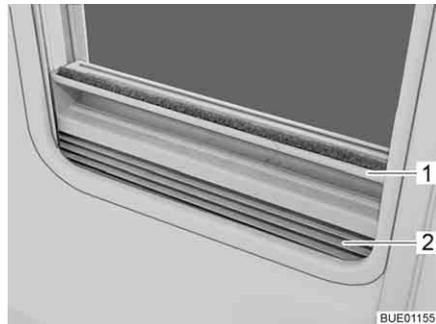

Fig. 32 Tendina oscurante pieghevole
- Afferrare la tendina oscurante pieghevole (Fig. 32,2) per la parte centrale della barra di presa (Fig. 32,1), tirarla dal basso verso all'alto e rilasciarla nella posizione desiderata. La tendina oscurante pieghevole rimane in questa posizione.